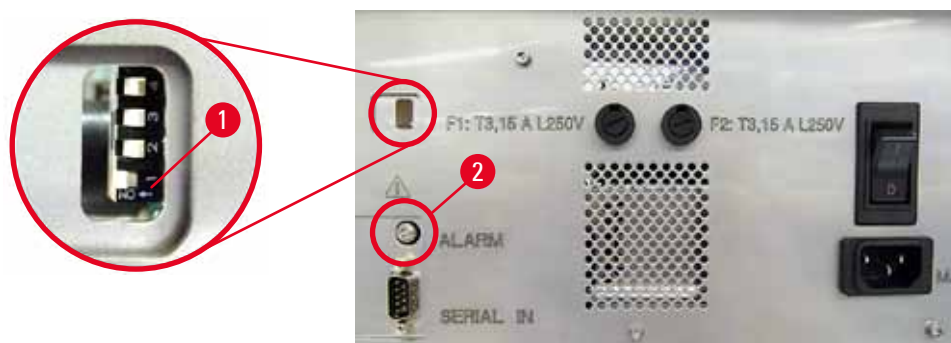

Fig. 40
- » Per disattivare il segnalatore acustico premere l'interruttore più basso (→ "Fig. 40-1") verso destra (→ "Fig. 40").